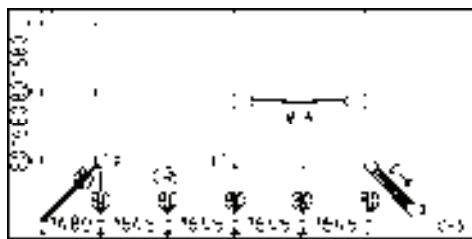

图 13-92 偏移直线 1
- 2) 调用“直线”命令、“偏移”命令，绘制并偏移直线，结果如图 13-92 所示。